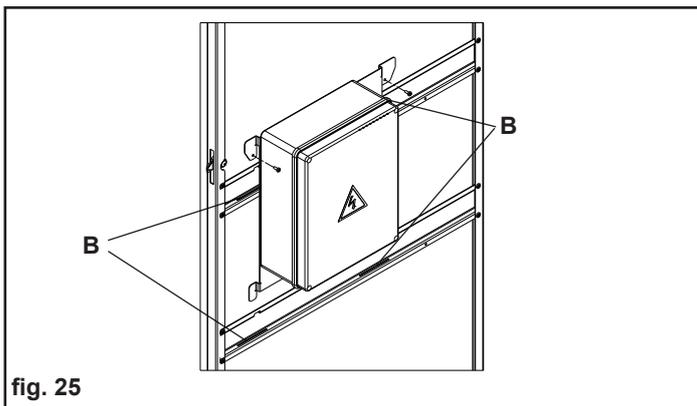

fig. 25
- Tagliare le fascette di aggancio della scatola schede di gestione al distributore idraulico, posizionare la scatola sulla porta del box inserendo i ganci superiori e inferiori nelle asole (B) delle staffe presenti sulla porta stessa (fig. 25)
- fissare le due viti 3.9x9.5 a corredo nei fori dei ganci superiori per impedirne la fuoriuscita dalle sedi (fig. 25)